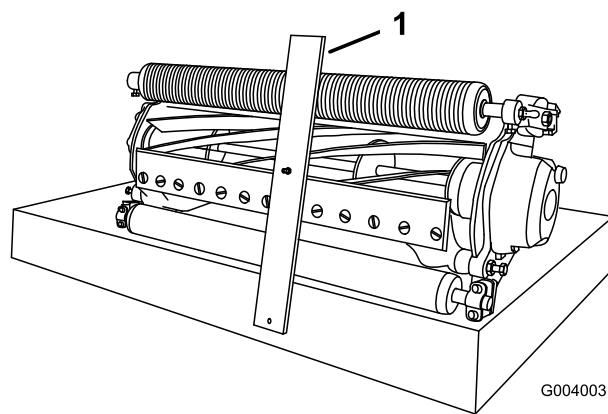

Figura 55
3. Prenda a cabeça do parafuso à extremidade cortante da lâmina de corte e apoie a extremidade traseira da barra no rolo traseiro (Figura 55).